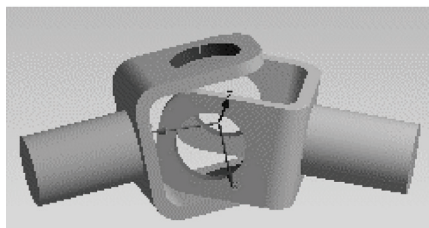

图 16-5 万向连接
- Universal Joint——万向连接，限制 UX, UY, UZ, ROTY，如图 16-5 所示。